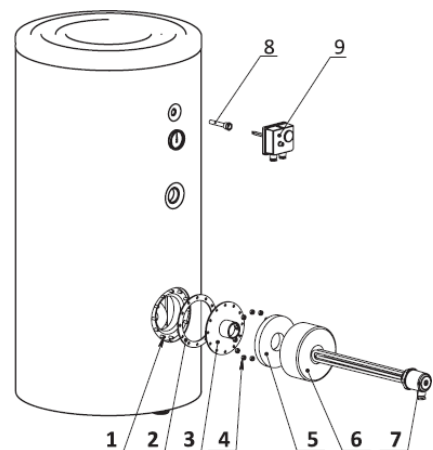

Abb.7
Montage An die Heizung An Flansch seitlich An Boiler – Abb.7:
- Der kombinierte Temperaturregler wird an der mit TR gekennzeichneten Warmwasserbereiter-Buchse montiert. Siehe Abb.6 (2-Ärmel; 3-kombinierte Temperaturregelung) und Abb.7 (8-Ärmel; 9-kombinierte Temperaturregelung).